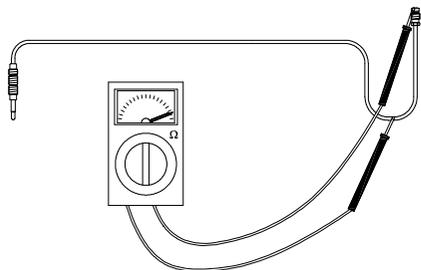

Fig. 19
**El aparato se enciende, pero se apaga al soltar el pulsador de la válvula de seguridad. (Fig. 19)**
**The system ignites, but goes out when the safety valve button is released (Fig. 19)**
**L'appareil s'allume, mais il s'éteint en relâchant le bouton de la vanne de sécurité (Fig. 19).**